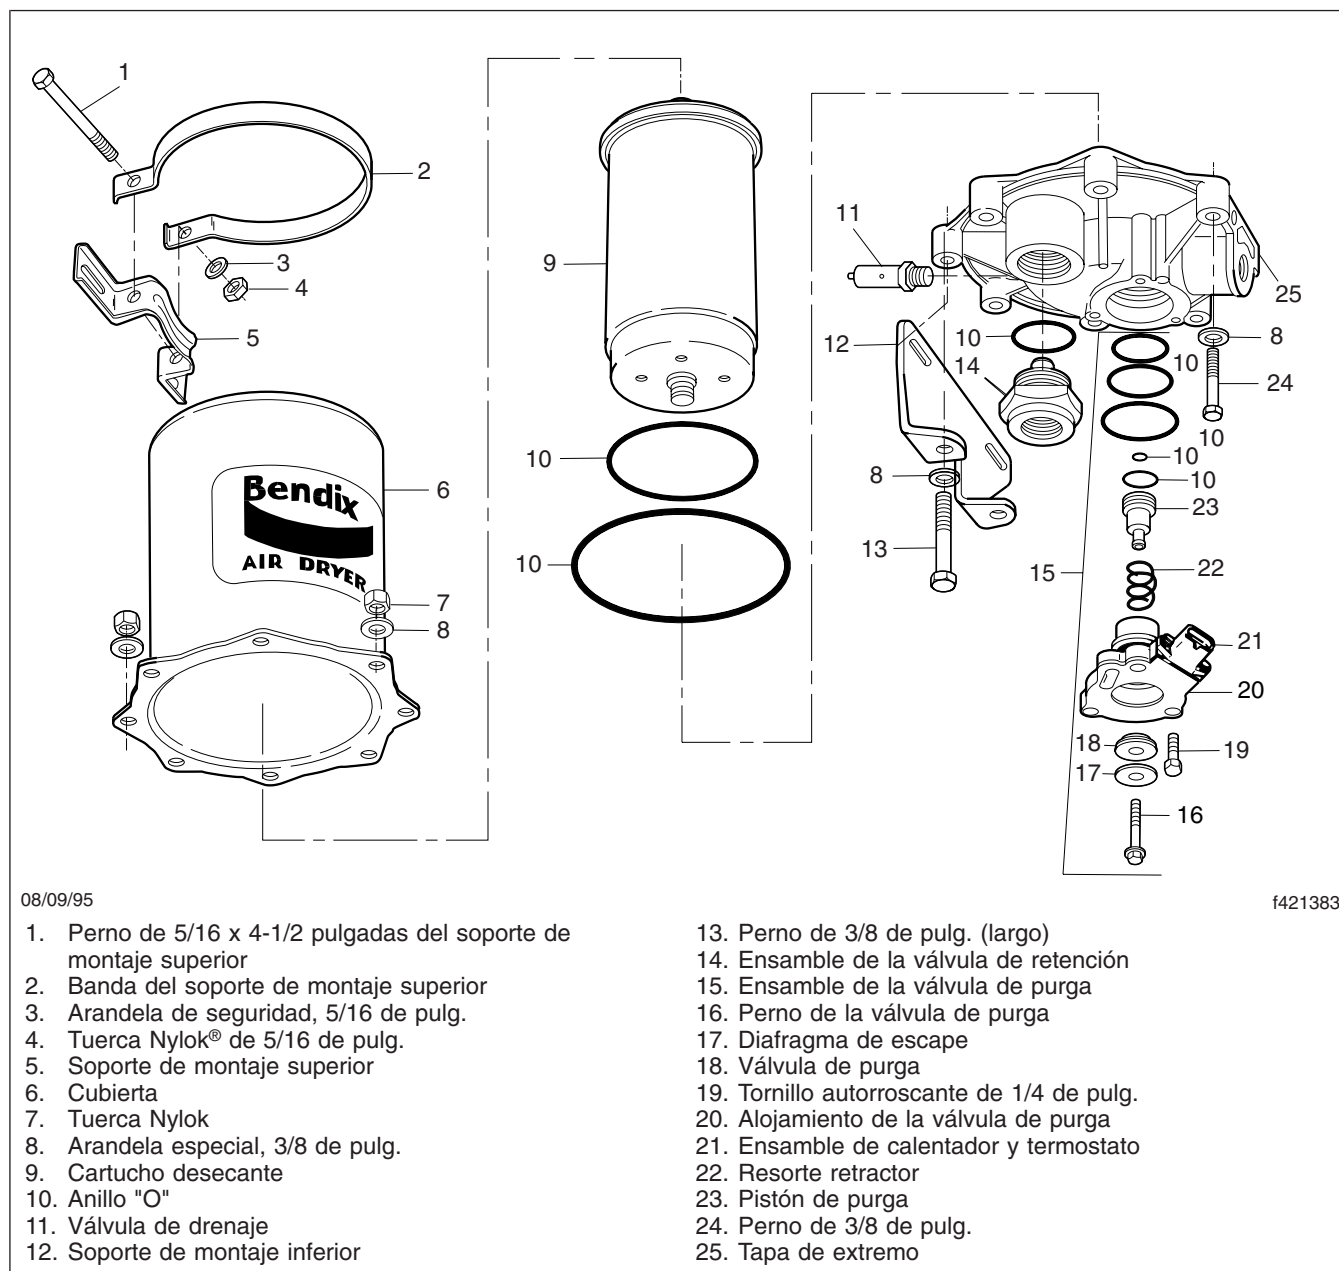

Figura 1, Secador de aire AD-9
8. Coloque el secador de aire en un banco y quite los seis pernos restantes, las doce arandelas, las seis tuercas, y la cubierta del secador de aire. Vea la Figura 1. Deseche las tuercas. Quite el anillo "O" entre la tapa de extremo y la cubierta.